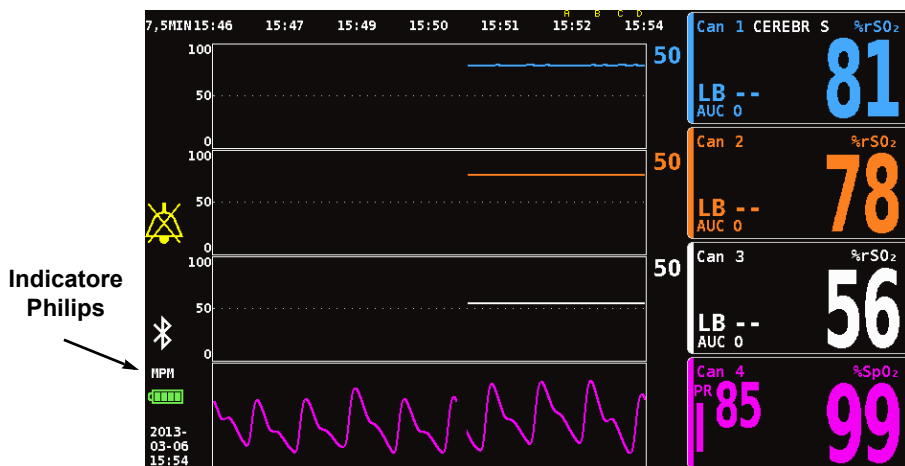

Figura 33. Indicatore Philips sul display del modello X-100M
7. Le comunicazioni fra i monitor X-100M e Philips dovrebbero stabilirsi entro circa 45 secondi. Dopodiché, sul lato sinistro del display del monitor X-100M compare la dicitura MPM (modalità multiparametro) (figura 33).
8. Le comunicazioni fra i monitor X-100M e Philips dovrebbero stabilirsi entro circa 45 secondi. Dopodiché, sul lato sinistro del display del monitor X-100M compare la dicitura MPM (modalità multiparametro) (figura 33).